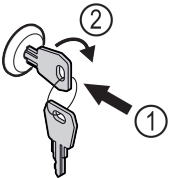

Fig. 152 Примерное изображение
- ▶ Вставьте ключ Fig. 152 (1).
- ▶ Поверните ключ на 90° по часовой стрелке Fig. 152 (2).